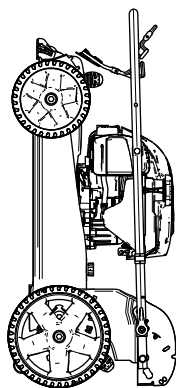

Figure 25
6. Soulevez l'avant de la machine par le guidon et amenez-la jusqu'au lieu de rangement (Figure 25).